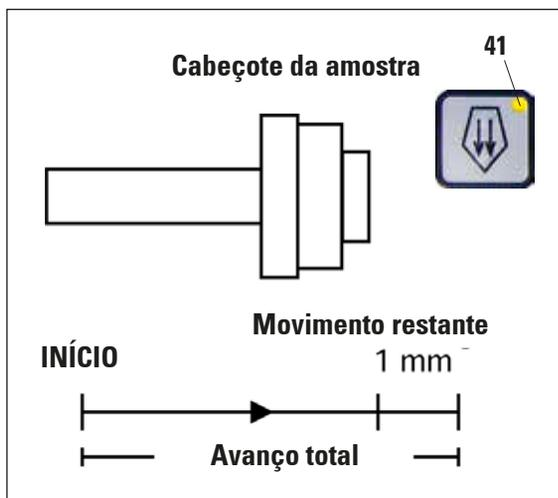

Fig. 18
- Ajuste o cabeçote da amostra na altura equidistante da faixa de percurso vertical girando o volante (Fig. 18).